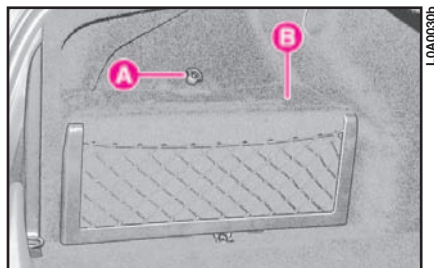

fig. 68
- 2) Svitare il pomello **A** (fig. 68) e rimuovere la copertura **B** della batteria.